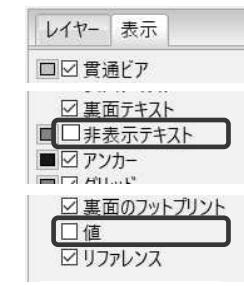

図 10-12
(11) 部品定数の非表示、部品番号の移動
- ① 右ツールバーの右にある「表示」タブをクリックします。
- ② 「非表示テキスト」「値」のチェックを外します。右図 10-12
- ③ 部品番号にマウスポインタを合わせ、ショートカット M(ムーブ)を入力します。
- ④ マウスポインタに吸着された部品番号を移動先でクリックして配置固定します。ショートカット R(回転)も併用できます。